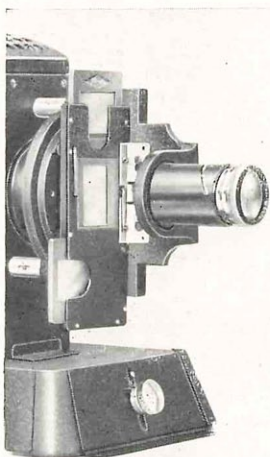

Abb. 6:
4. Einfachste Auswechslung zwischen Filmbandführung und Kleindia-Fallschacht oder Kleindia-Wechselkassette (s. Abb. 6 und 7).
II. Für Filmbänder und Kleindiapositive (s. Abb. 6 und 7):